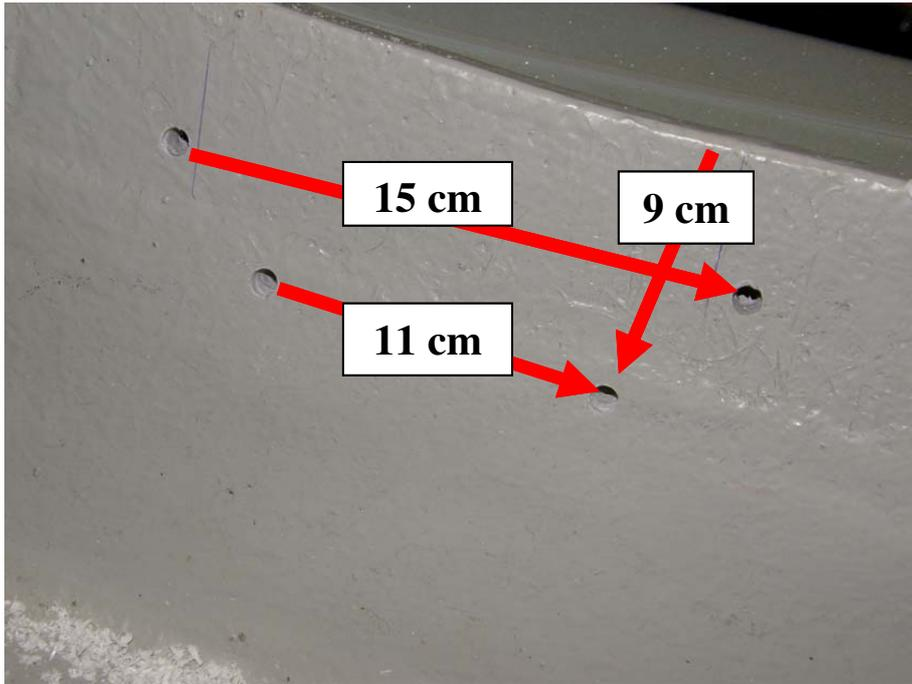

Abbildung 7 8 mm Bohrlöcher zur Befestigung des Blei-Gel-Akkus an der GFK-Falz
- 12 V Akku befestigen (siehe Abbildung 7 bis Abbildung 9)
- Jeweils zwei Löcher unter und neben den Akkus – Abstände siehe Abbildung 7